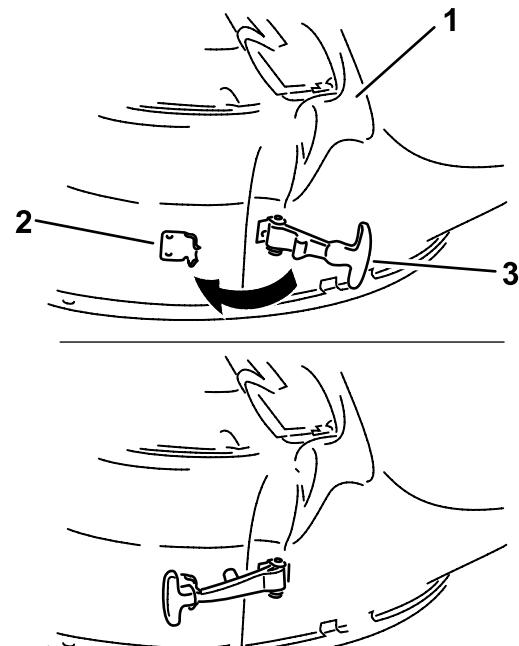

図 17
5. シートのフレキシブルラッチを、デッキに溶接してある留め金に引っ掛ける図 17。